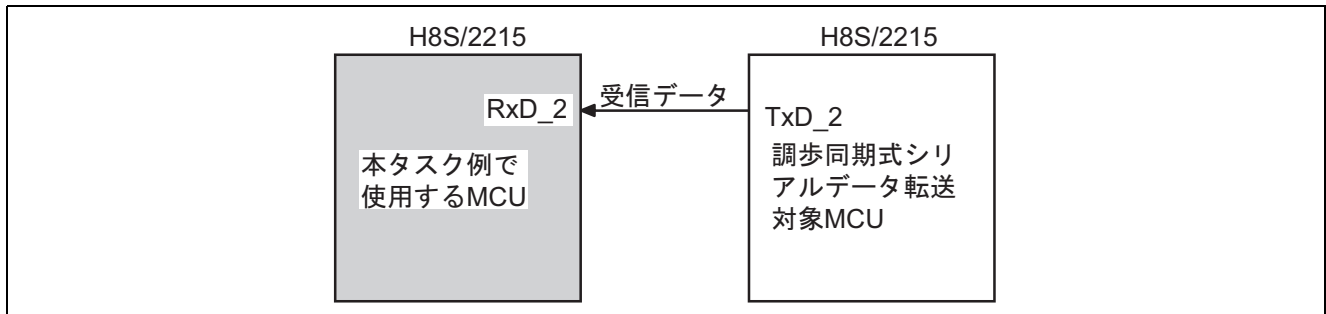

図 1 調歩同期式シリアルデータ受信
- 図 1 に示すように調歩同期式シリアル転送機能を使用して、8 文字、8 ビットデータの受信を行います。